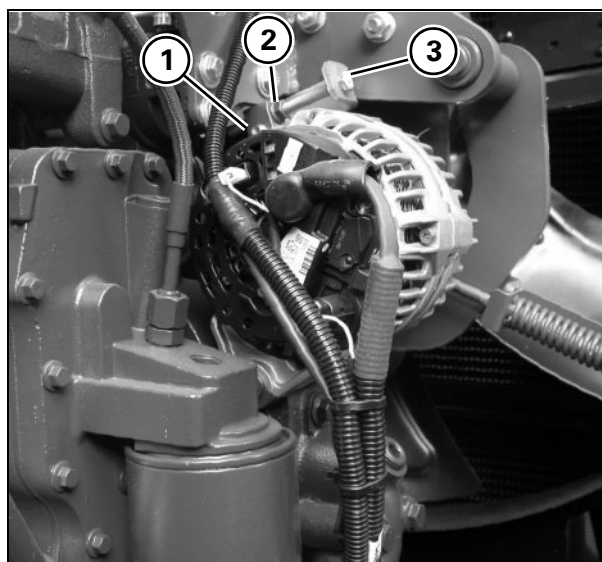

Рис. 25
24.) Приводной ремень генератора - Рис. 25